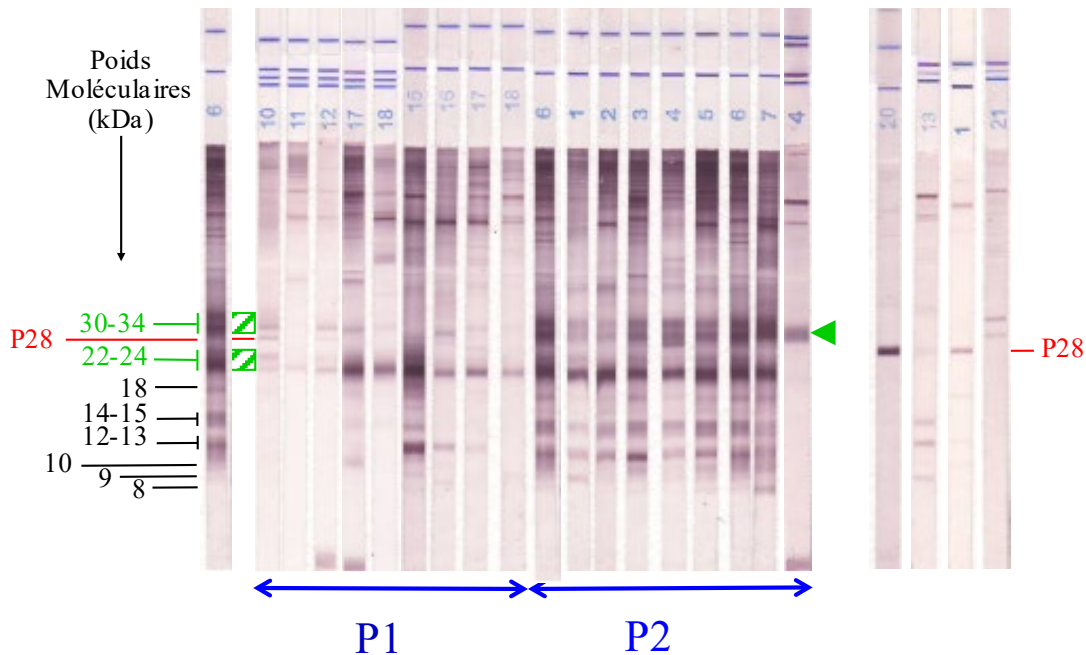

Fig. 1 : Exemples de résultats positifs et négatifs
8 bandes sont le plus souvent présentes : P8, P9, P10, P12-13, P14-15, P18, P22-24 et P30-34 aux poids moléculaires correspondants (**Fig. 1**).
- Les bandes les plus souvent retrouvées sont indiquées sur la bandelette « C+ » à gauche sur la Fig. 1. De nombreuses autres bandes peuvent être présentes dans la zone 8-22 kDa.
- Les sérums « réactions croisées » bandelettes n°13, 1 et 21 présentés sur la droite de la Fig. 1 sont positifs pour le paludisme. Ils ont été spécialement sélectionnés parmi les rares sérums qui ont présenté au cours de l'évaluation des bandes non spécifiques dans la zone de lecture 8-34 kDa.
Nous avons souvent observé dans cette population une différence de profil immunologique qui semble en relation avec l'espèce responsable de l'infection, *S. haematobium* ou *S. mansoni*. Ces deux types de profils sont clairement présentés sur la Fig. 1 (flèches bleues : profils P1 vs P2).